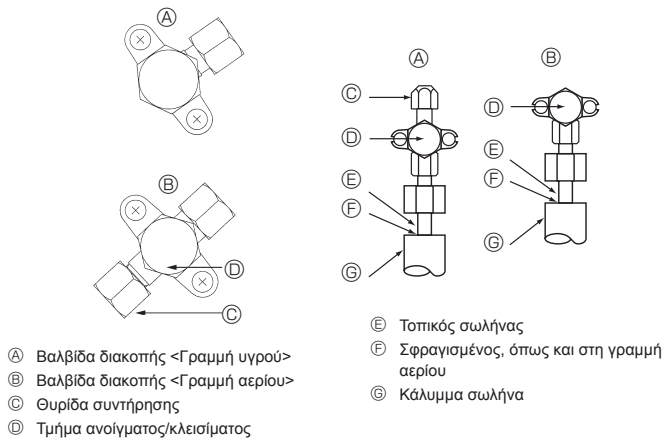

Fig. 4-5
4.4. Μέθοδος ελέγχου αεροστεγανότητας του σωληνώσεων ψυκτικού (Fig. 4-5)